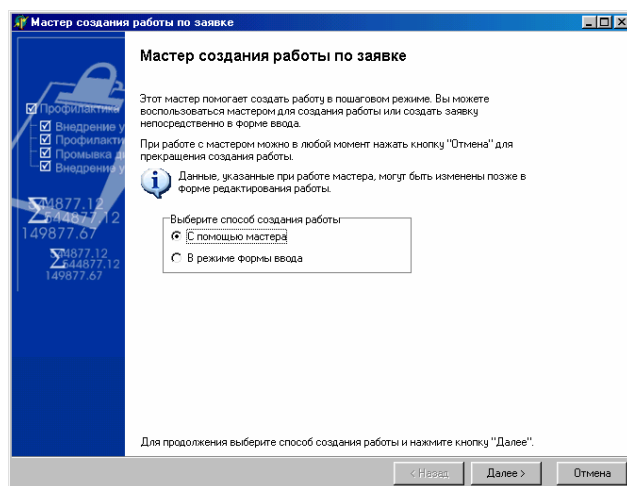

Рисунок 1.12.
1. В открывшемся окне «**Мастер создания работы по заявке**» (рис.1.12) Вам предлагается выбрать режим создания работы:
При выборе *режима создания работы в форме ввода* (рис.1.12):